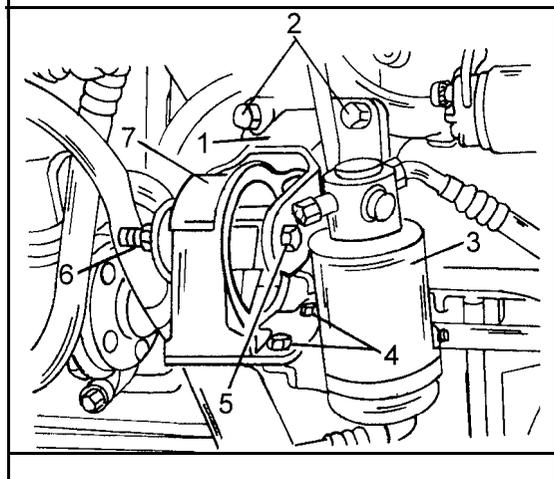
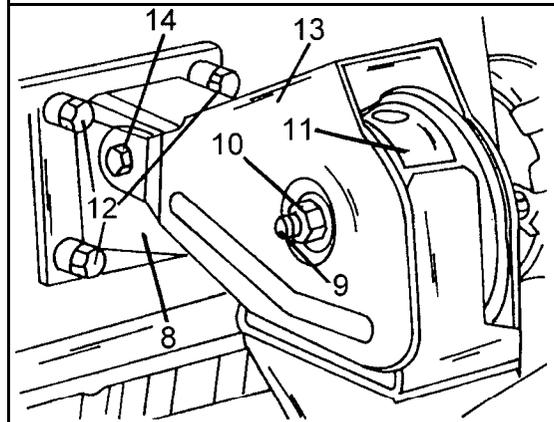

Bild 90
Bild 91
Ansicht der Motoraufhängung an der Vorderseite. Die Zahlen werden in Bild 91 fortgesetzt.
Von vorn gesehen sitzt die in Bild 90 gezeigte Motoraufhängung in der Mitte, unmittelbar hinter dem Mercedes-Stern. Die in Bild 91 gezeigte Aufhängung kann rechts vorgefunden werden (links in Fahrtrichtung). Beim Erneuern der Aufhängungen folgendermassen vorgehen. Die Arbeitsbeschreibung gilt ebenfalls zur Erneuerung der Motoraufhängungsträger, falls diese ausgebaut werden sollen. Ein Flaschenzug oder Handkran muss zum Anheben des Motors zur Verfügung stehen.
- Den Flüssigkeitsbehälter (3) in Bild 90 vom Aggregatträger abschrauben, ohne die Kühlmittelleitungen abzuschliessen, und vom Motor abheben (nur bei eingebauter Klimaanlage).
- Den hinteren Motorträger ausbauen (siehe Bild 91).